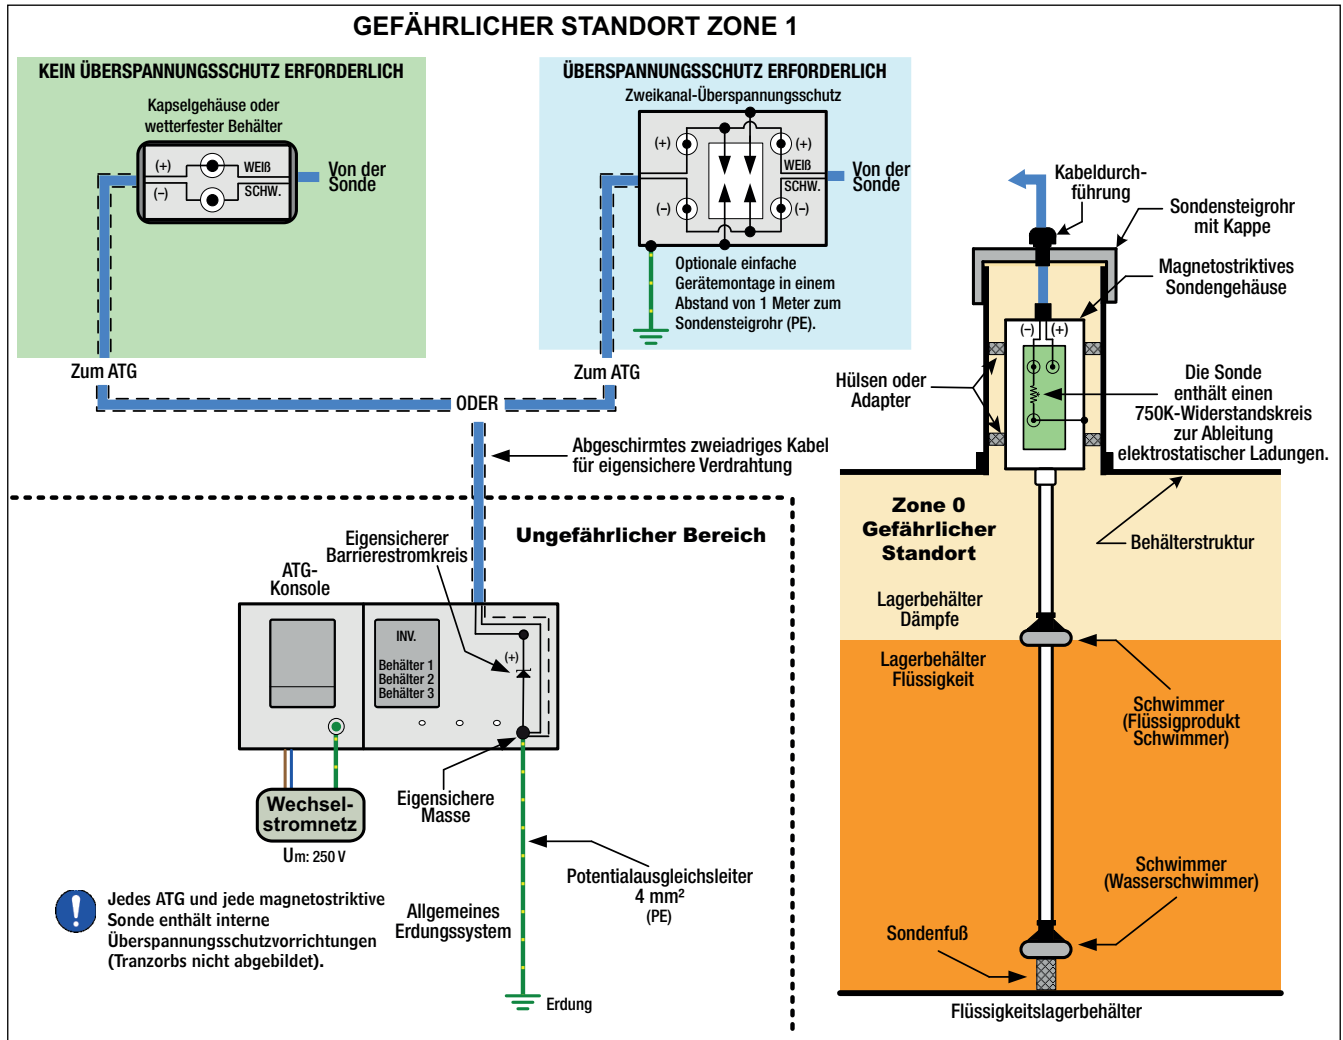

Abbildung 18. Anschlussdiagramm für eine Mag-Sonde in einem Steigrohr mit und ohne optionalen Überspannungsschutz
Bei kabelgebundenen Installationen ist der Zweikanal-Überspannungsschutz nicht polaritätsempfindlich, so dass beide Kabelanschlüsse für das Sondenleitkabel verwendet werden können. Verwenden Sie den Kabelanschluss auf der gegenüberliegenden Seite für die von der ATG-Konsole kommende Verkabelung. Im Inneren des Überspannungsschutzes ist eine Seite jedes Funkenstreckengeräts mit dem Metallgehäuse verdrahtet, wie in Abbildung 18 gezeigt. Verwenden Sie ein Klebeband mit einem Mindestquerschnitt von 4 mm^2 , um das Gehäuse über den externen Potenzialausgleichsanschluss (PE) mit der Behälterstruktur zu verbinden.